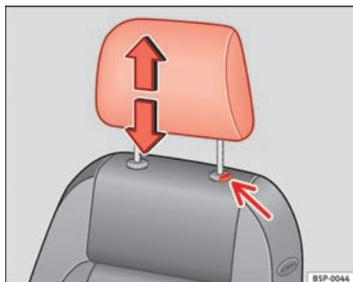

Fig. 93 Regulação ou desmontagem do encosto de cabeça
- Pressionar o botão ⇒ Fig. 93 (seta).